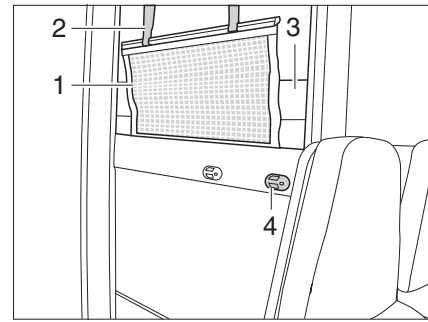

Fig. 98 Litera (lado)
- Tomar el colchón (Fig. 98,3) de la cama superior y colocarlo en la cama inferior.
- Enganchar la escalera de ascenso con los largueros en el soporte (Fig. 98,4) en el panel.
La red de seguridad (Fig. 98,1) viene de serie entre el colchón y el somier. Tender la red de seguridad cuando las personas ya se encuentren en la cama.
- Engatillar las cintas de sujeción (Fig. 98,2) en los soportes en el techo.